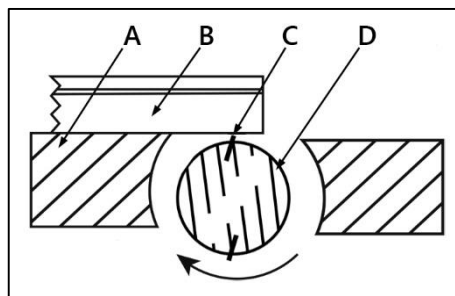

Рисунок 14.
Для точности выполнения операций, ножи (C) (рис. 14) должны быть выровнены со столом приема.